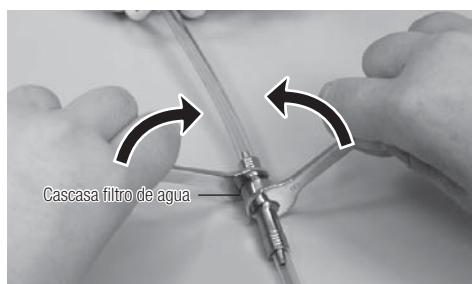
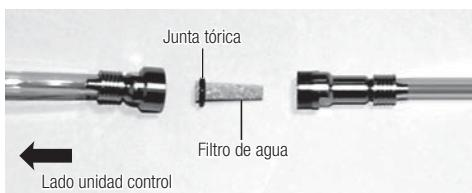

Fig. 25
Fig. 26
- 1) Cierre la válvula de suministro de agua a la que está conectado PRESTO AQUA LUX. Utilice dos llaves de boca (5x8) tal y como muestra la Fig.25 y gírelas en la dirección que se muestra. Si con ello se gira el tubo flexible del agua, vuelva a situarlo aflojando las llaves y asegúrese de que el tubo entre el filtro de agua y la unidad está recto.
- 2) Cuando la carcasa del filtro esté abierta, se podrá extraer el filtro tal y como muestra la Fig. 25. Sustitúyalo por un filtro nuevo y monte de nuevo la carcasa, procediendo de la manera descrita pero en orden inverso. (Fig.26)
Congregue el Agua Filter en la dirección correcta como mostrado en Fig.26.